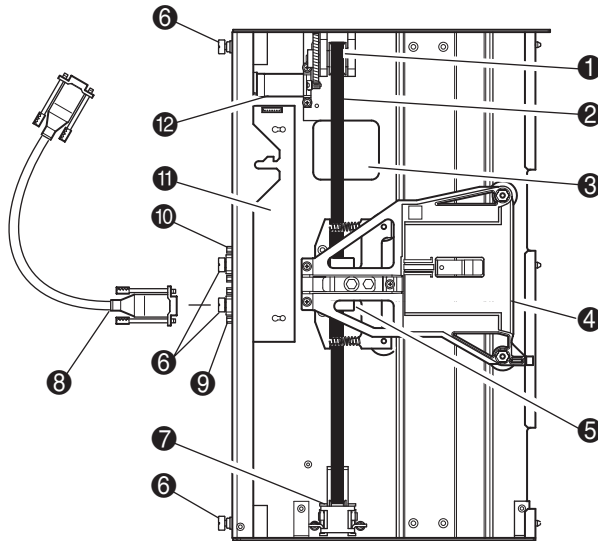

Figura 2-5: Unidad de base de PTM
La unidad de base de PTM viene montada de fábrica y contiene los siguientes componentes (consulte la Figura 2-5).
6. Dé la vuelta a la unidad de base de PTM y, a continuación, extraiga la correa de la unidad del móvil elevador de medios, de la rampa del tensor de la correa y de la polea tensora (consulte la Figura 2-5).